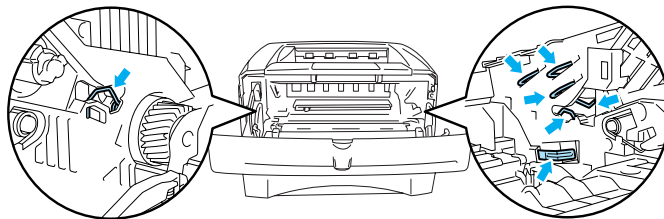

图 5-5
- 为了防止因静电对打印机所造成的损坏，切勿触摸下图 5-5 中所示的电极。